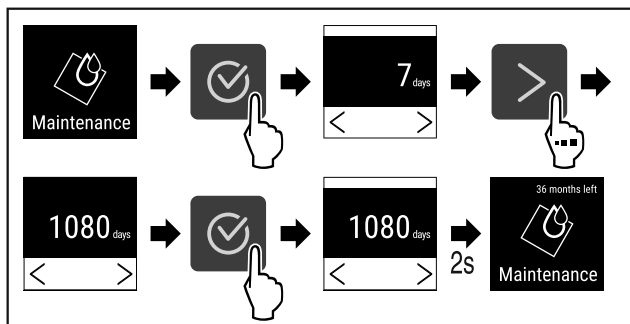

Fig. 74
- ▶ Vykonajte kroky akcie (pozri Fig. 74).